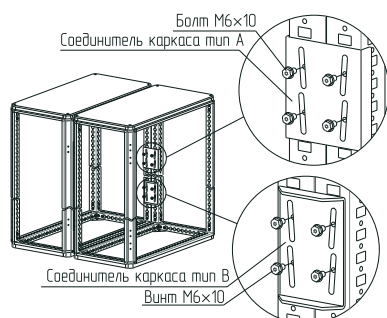

Рисунок 3
4.1.4 Установите соединительные пластины в местах, необходимых для стягивания каркасов, вкрутив по 4 болта самонарезающего М6×10 в каждую пластину на 3 – 4 оборота (рисунок 3). Пластины должны быть равномерно распределены по высоте вдоль стоек каркаса.